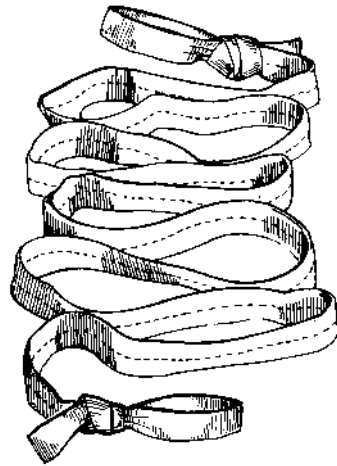

Figure 1.4 – Sangle d'ouverture automatique
- une SOA (figure 1.4), pour mémoire (article consommable).
(1) Cette limite correspond à deux TAP 70 ou deux PL 12.